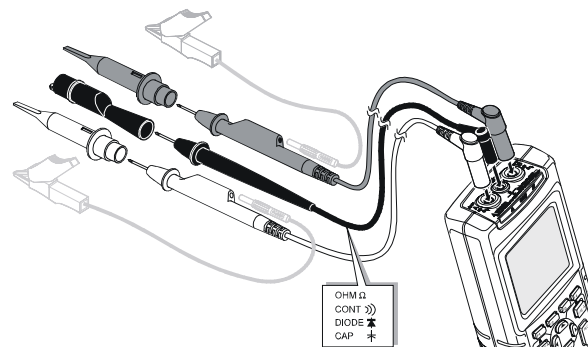

図 1-7. テスト・リードのセットアップ
- まず赤の絶縁テスト・リードを入力端子 A から、灰色の絶縁テスト・リードを入力端子 B から被測定信号に接続します。短いアース・リードを同じアース電位に接続して下さい。(図 1-7 を参照してください。)
抵抗 (Ω)、導通、ダイオード、キャパシタンス測定には入力端子 A に赤の絶縁テスト・リードを接続し、COM に黒の単線テストリードを接続して下さい。(図 1-7 を参照してください。)